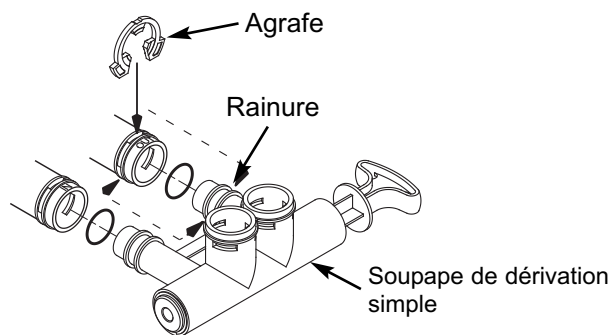

FIG. 9
5. Poussez la soupape de dérivation simple dans la soupape de l'adoucisseur jusqu'à ce que vous sentiez une résistance. Enclenchez deux grosses agrafes de fixation en place en procédant du dessus vers le bas comme cela est indiqué dans les figures 9 et 10.